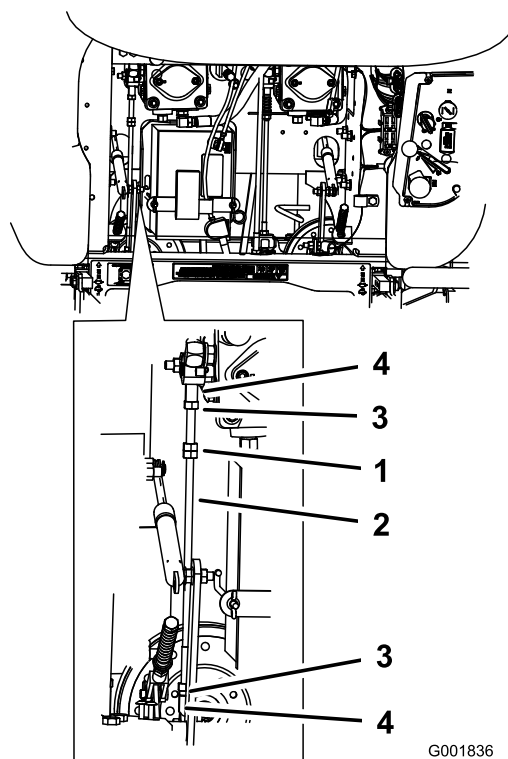

Bild 59
1. Lockern Sie die Sicherungsmuttern an den Kugelgelenken der Pumpsteuerungsstange (Bild 59).
3. Stellen Sie die Länge der Pumpstange ein, indem Sie die Doppelmutter an der Stange so weit in die entsprechende Richtung drehen, bis das Rad stillsteht oder sich leicht zurückdreht (Bild 59).
6. Ziehen Sie die Klemmmuttern an den Kugelgelenken fest (Bild 59).